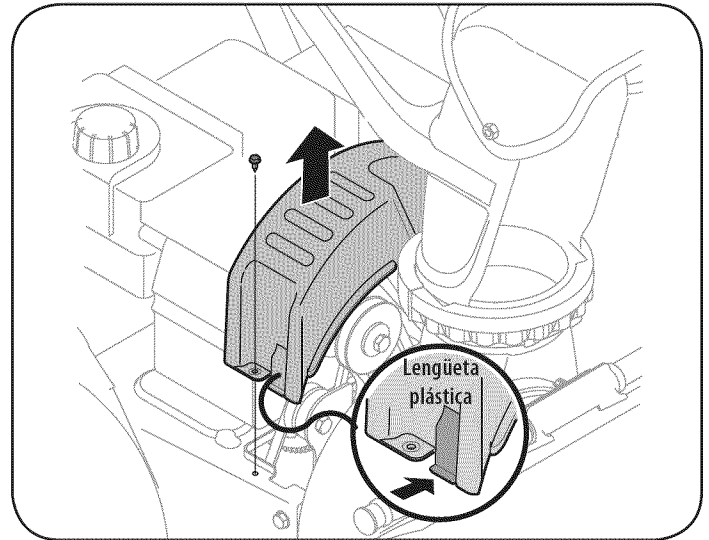

Figura 18
1. Saque la cubierta plástica de la correa ubicada en el frente del motor. Para ello saque los tornillos autorroscantes y presione las lengüetas plásticas para soltar la cubierta de la correa. Vea la Figura 18.
3. Retire el tornillo autorroscante que se muestra en la Figura 18, y presione las lengüetas plásticas para soltar la cubierta de la correa. Tire de la cubierta de la correa hacia arriba y hacia afuera sacándola de alrededor del motor y el montaje del canal. Déjela separada y guárdela.